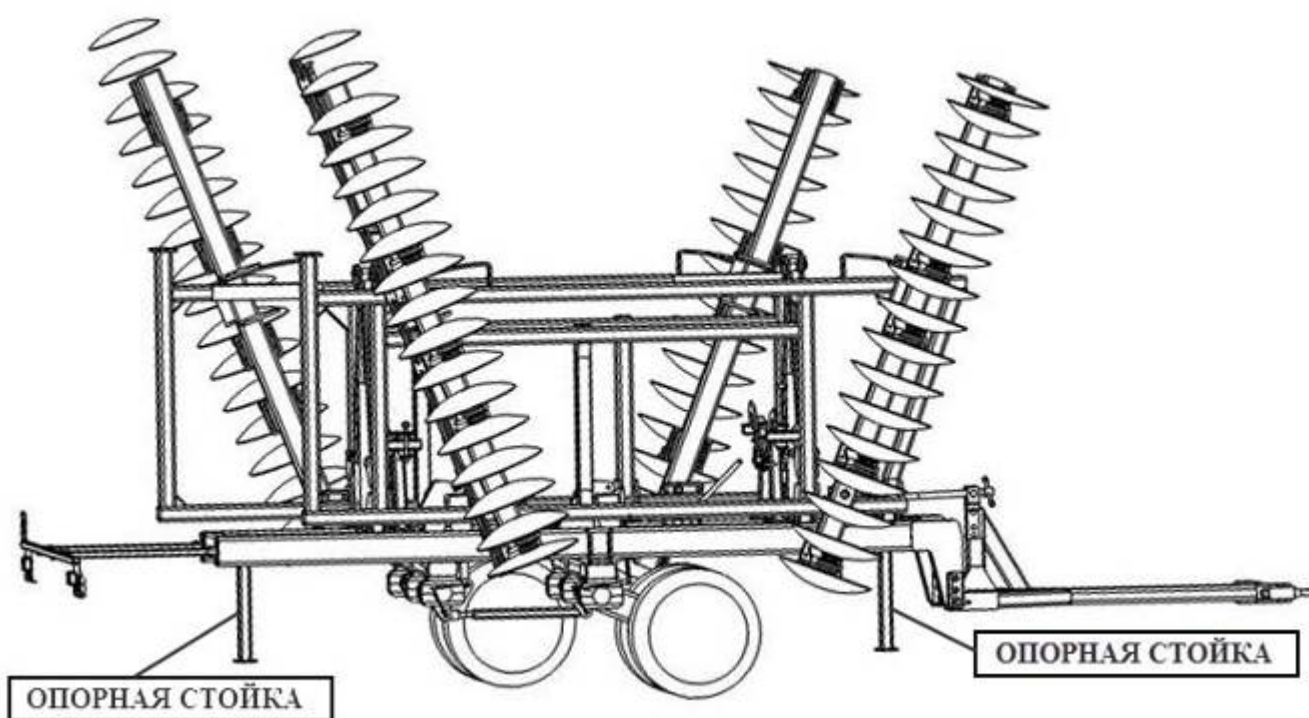

Рисунок 9.
- Поднять опорные стойки (рис. 9) спереди и сзади агрегата.